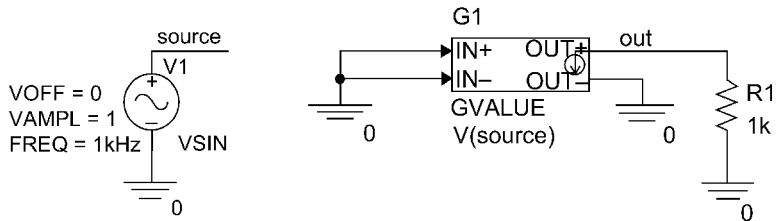

图 13.12 利用行为模型构建整流电路
1. 利用 ABM 元件库中的行为模型 GVALUE 绘制如图 13.12 所示的整流电路图。G1 的输入端接地，利用函数表达式对行为模型的输入信号进行定义。